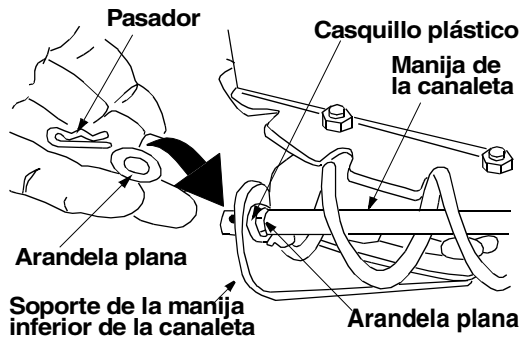

Figura 6
- Coloque una arandela plana de 3/8 de DI (del grupo F del conjunto de ferretería) en el extremo de la manija de la canaleta, a continuación inserte el extremo de la manija en el orificio del casquillo plástico en el soporte de la manija de la canaleta. Vea la Figura 6.
- Coloque la otra arandela plana de 3/8 de DI (del mismo grupo de ferretería) al extremo de la manija de la canaleta e inserte el broche del cabello dentro del orificio al extremo de la manija de la canaleta. Vea la Figura 6.